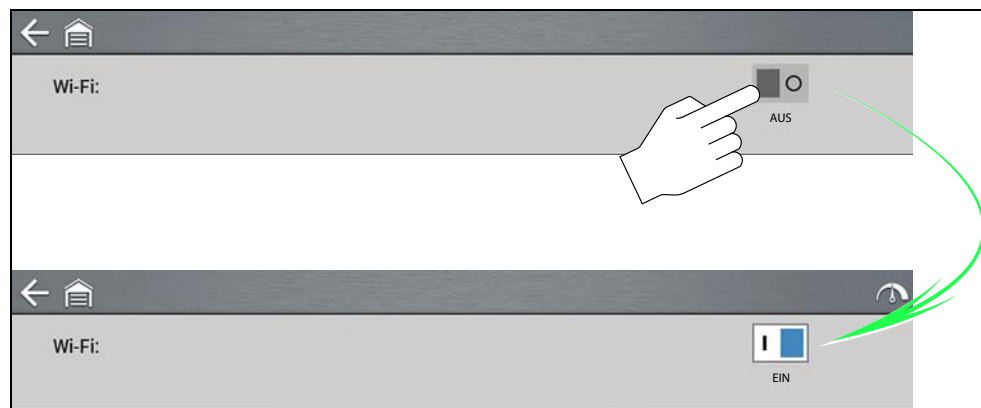

Abbildung 12-1
1. Schalten Sie das WLAN ein/aus und wählen Sie das **Symbol für die WLAN-Aktivierung** (Abbildung 12-1).